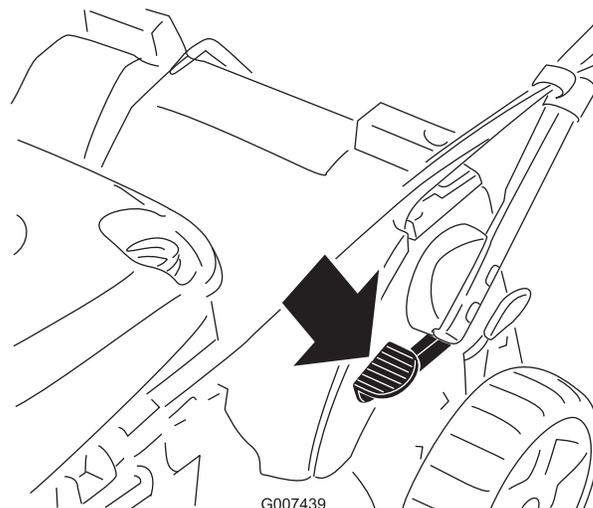

Figure 53
1. Appuyez sur la pédale et maintenez-la enfoncée (Figure 53).